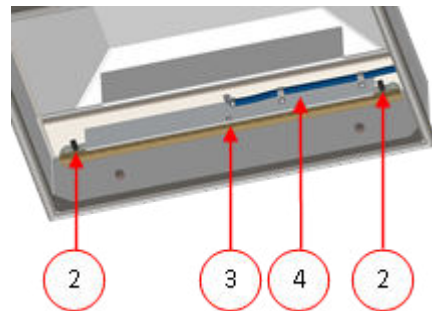

Abbildung 24: Entfernen der Schweißleiste (Metalldeckel)
An Maschinen mit einem Kunststoffdeckel sind die Schweißleisten auf Zylindern angebracht (*Abbildung 23: Entfernen der Schweißleiste (Kunststoffdeckel)* auf Seite 89). An Maschinen mit einem Metalldeckel sind die Schweißleisten im Deckel angebracht (*Abbildung 24: Entfernen der Schweißleiste (Metalldeckel)* auf Seite 89).
Metalldeckel Vgl. *Abbildung 24: Entfernen der Schweißleiste (Metalldeckel)* auf Seite 89. Entfernen Sie die Schweißleiste von den Halterungen (4), indem Sie die beiden elektrischen Stecker (2) trennen und die M6-Schraube (3) entfernen.